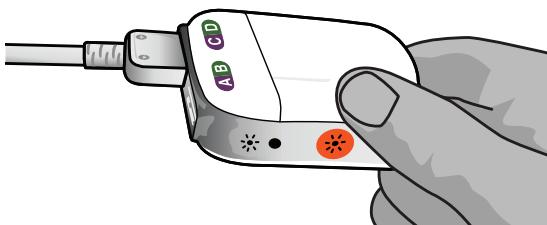

Рис. 5. Подключение кабеля для операционной 2 x 8 к внешнему пробному стимулятору 2
3. Подключите удлинитель кабеля для операционной к разъему внешнего пробного стимулятора 2 с маркировкой CD (рис. 5).